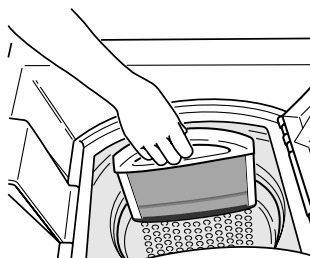

Fig. 11
- Enlevez-le de son logement en tirant de bas en haut (Fig. 11).